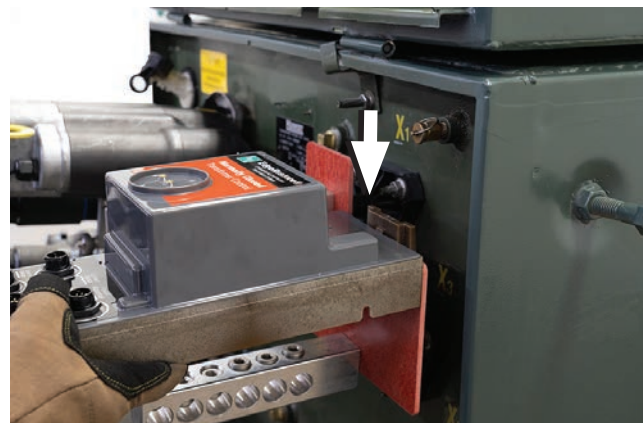

Figura 42. Encaixe o controle no suporte suspenso.
**PASSO 3.** Monte o controle no suporte suspenso como mostrado na Figura 42. O controle é encaixado no suporte suspenso.